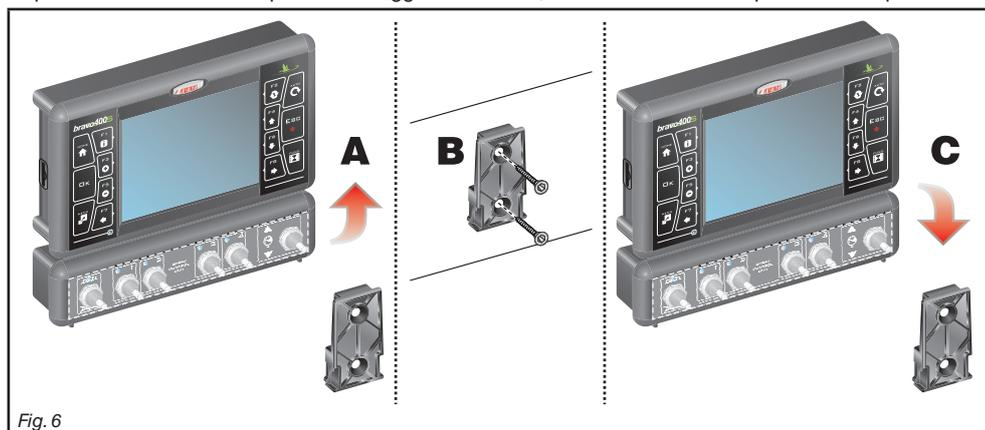

Fig. 6
Il monitor deve essere posizionato dopo aver fissato l'apposita staffa nel punto desiderato (nel paragrafo precedente è indicata la dima di foratura della staffa). La staffa deve essere sfilata dalla sede del monitor (A, Fig. 6) e fissata utilizzando le viti fornite (B).